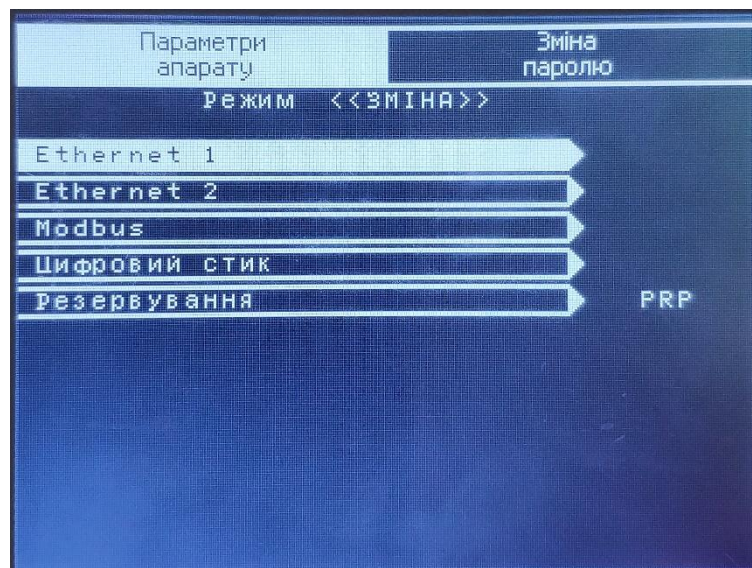

Рисунок 11 – Підрозділ «Конфігурація локальних мереж»
2.1.4. «Конфігурація локальних мереж» - підрозділ призначений для конфігурування параметрів локальних мереж Ethernet, Modbus, «Цифрового стику» (див. рисунок 11).